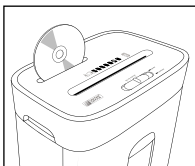

Abb. 9
Führen Sie die CD von oben mittig in die Schneidöffnung CD/Kreditkarte ② ein (siehe Abb. 9). Sie können jeweils nur eine CD schneiden.